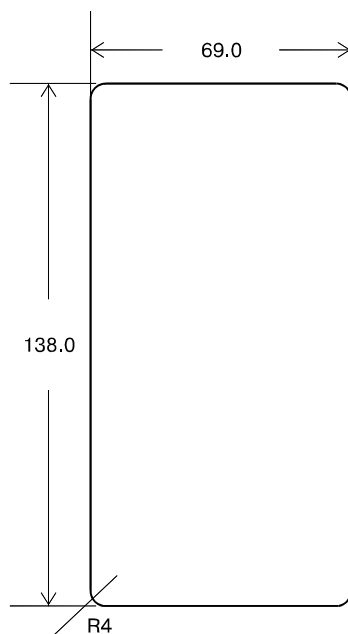

Рис. 6. а).
На Рис. 6 приведена разметка под установку блока ВК-361 в щите.
Рис. 6 б).
- Закрепить усилитель согласующий на стационарной поверхности (стена, ограждения и т.п.). Разметка под установку приведена на *Рис. 6 б*) в разделе 3.
- Установить блок вторичный в щите. Разметка под установку приведена на *Рис. 6 а*) в разделе 3.